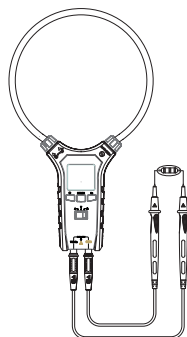

Figura 10
3. Conecte los cables de prueba a la resistencia que se medirá (figura 10) y medidor seleccionará automáticamente la escala. La pantalla principal mostrará el valor de resistencia.